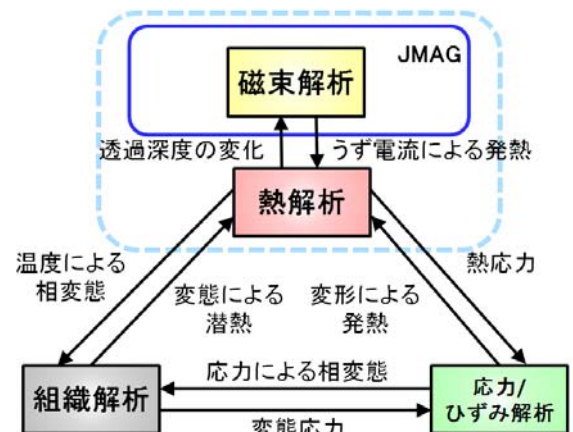

図 3 「高周波熱処理解析システム」
少し詳しくお話しすれば、シミュレーション技術を活用して検討したい要因は、大きく4つあります。つまり、①設備設計、②加熱コイル形状、③熱処理条件、④熱処理品質などです。これらは当然、個別には解析できますが、JMAG に熱処理解析ソフトウェアを連成させて「高周波熱処理工程全体をシミュレーションする」手法を当社では確立しており、高精度なシミュレーションを実施可能です(図 3)。磁場解析をベースにして熱解析、金属組織解析、応力/ひずみ解析が相互に関連する関係にあります。